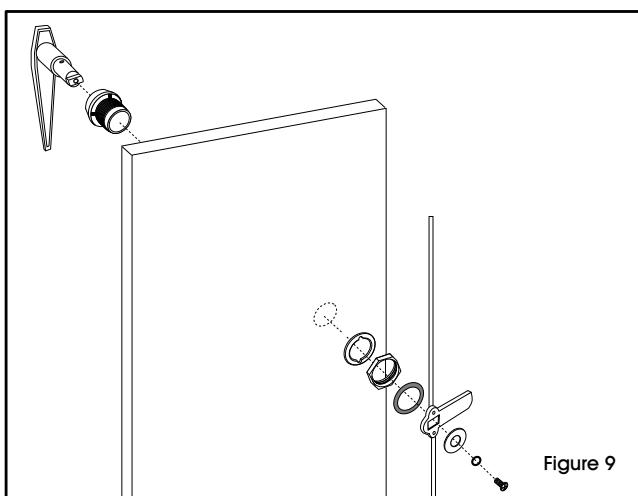

Figure 9
8. Disassemble door handle. Reassemble door handle with lock bars. (See Figure 9)
Désasseyez la poignée de porte. Réassemblez la poignée de porte avec les barres de verrouillage. (Voir la figure 9)